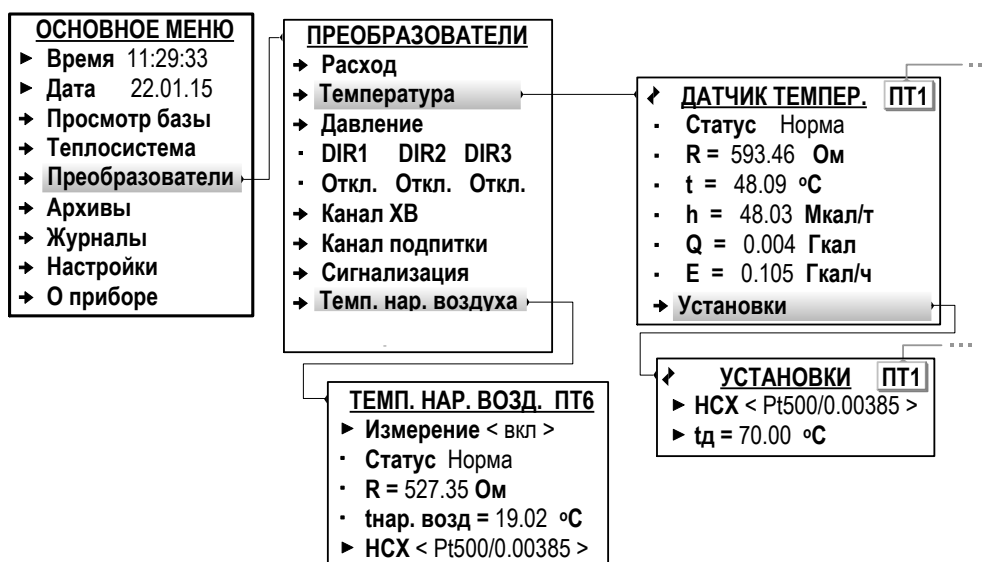

Рис.29. Вид меню настройки ПТ (режим СЕРВИС).
7.5.4.2. Настройка параметров входов для подключения преобразователей температуры выполняется в меню **Преобразователи / Температура / Установки** (рис.29).
7.5.4.3. Программное подключение датчика температуры наружного воздуха выполняется в меню **Преобразователи / Темп. нар. воздуха** (рис.29): для параметра **Измерение** устанавливается значение **вкл**. После чего обеспечивается доступ к его установочным параметрам.